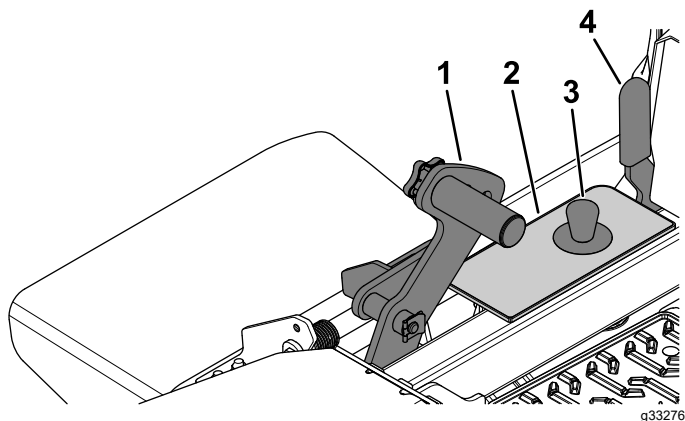

Bild 29
1. Drücken Sie auf das Mähwerkhubpedal ganz nach vorne und heben Sie das Mähwerk in die TRANSPORTStellung an (d. h. die Schnitthöhe von 140 mm), wie in Bild 29 dargestellt.
2. Entfernen Sie den Splint zum Einstellen der Schnitthöhe aus der Schnitthöhenhalterung (Bild 29).
3. Wählen Sie ein Loch in der Schnitthöhenhalterung, das der gewünschten Schnitthöhe entspricht, und stecken Sie den Lastösenbolzen wieder ein (Bild 29).